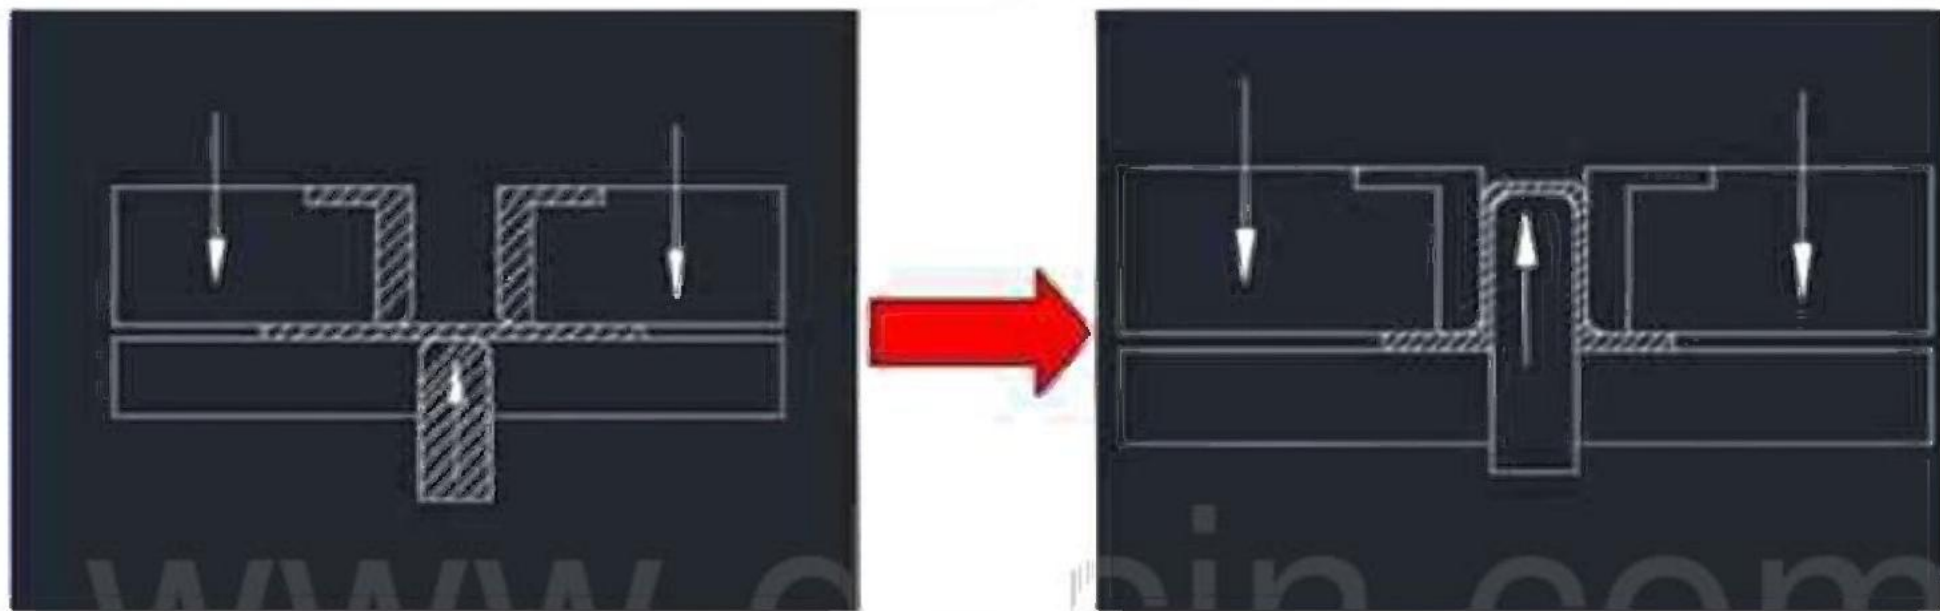

图2-1
1. 拉伸概念: 1. 拉伸: 将片料拉伸成空心零件。2. 拉伸过程: 是把平面上的材料转移到筒形(盒形)侧壁上,将平面的材料变成一个立体的空心零件。3. 拉伸系数: 拉伸直径与毛坯直径之比值「 m 」拉伸过程如下图2-1所示: